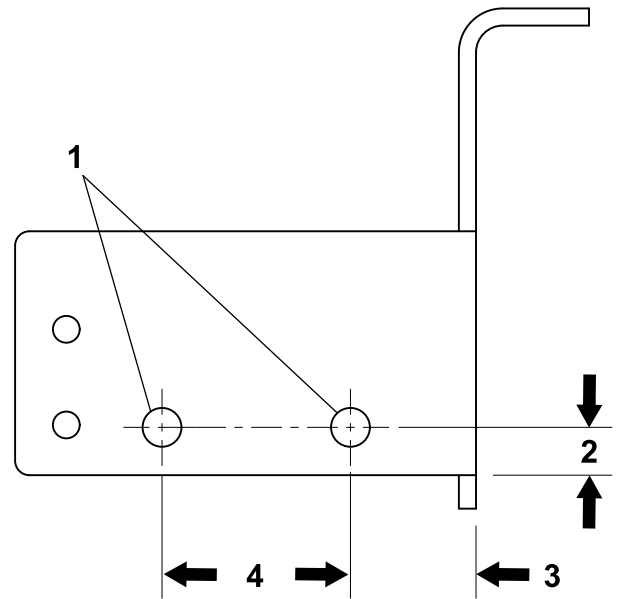

Рисунок 24
- Определите местоположение, разметьте и просверлите 2 отверстия (диаметром 13/32 дюйма) в плите, как показано на Рисунок 24.